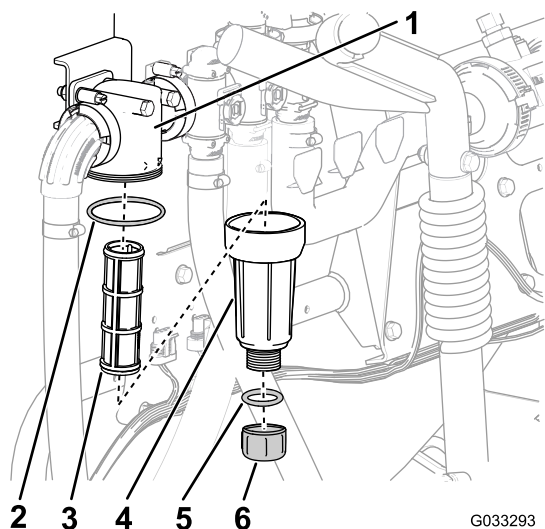

图60
2. 在压力式滤清器下放置一个排放盘（图60）。
3. 逆时针旋转排油塞，然后将其从压力式滤清器的油碗中取出（图60）。
4. 逆时针旋转油碗，然后将其从滤清器头中拿出（图60）。
5. 拆下旧压力式滤清器的滤芯（图60）。
6. 检查排油塞的O形圈（在油碗内侧）和油碗的O形圈（在滤清器头内侧）是否有磨损和损坏（图60）。
7. 将新的压力式滤清器滤芯安装到滤清器头中（图60）。
8. 将油碗安装到滤头上，并用手紧固（图60）。
9. 将排油塞安装到油碗上，并用手紧固（图60）。